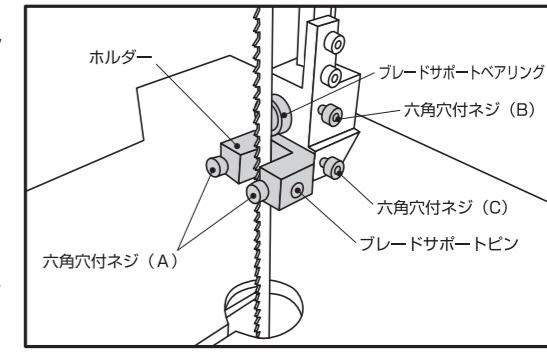

図7
1. 六角穴付ネジ(A)をゆるめて、ブレードサポートピン(図7)を、できるだけ鋸刃に近づけてください。(1mm以下)